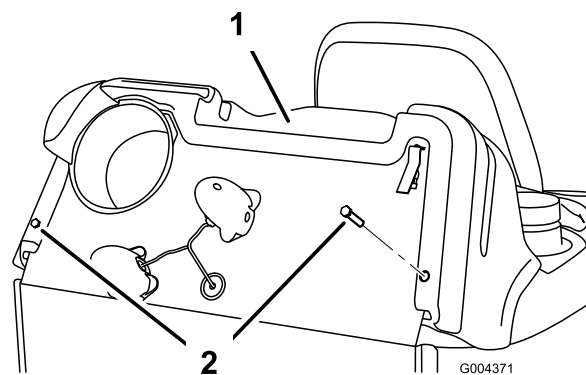

Figura 24
5. Retire los herrajes que sujetan el capó al bastidor de la máquina (Figura 24). Guarde todas las piezas.